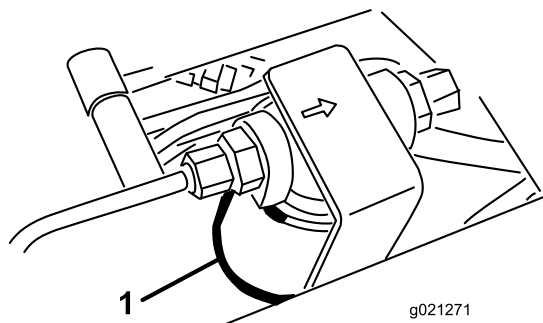
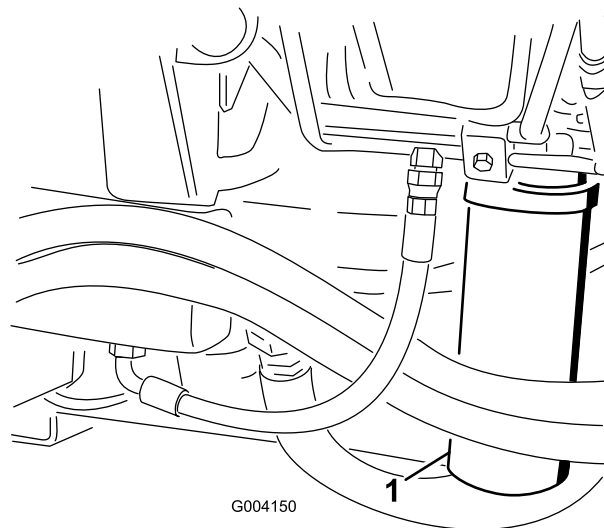

Figura 92
Figura 93
- Limpe a área à volta da área de montagem do filtro e coloque um recipiente de drenagem por baixo do filtro (**Figura 92**) e (**Figura 93**).